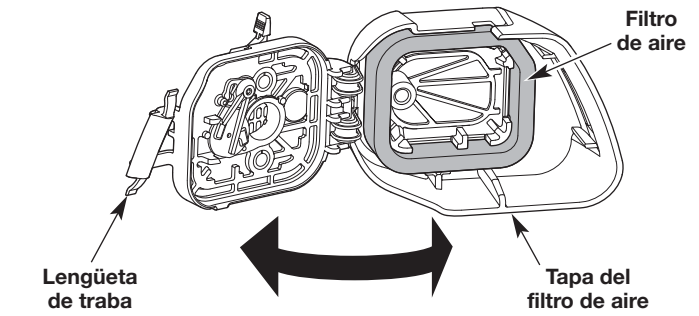

Fig. 19
1. Abra la tapa del filtro de aire. Presione la lengüeta de de traba hacia adentro y gire la tapa del filtro de aire hacia la derecha (Fig. 19).
2. Saque el filtro de aire del interior de la tapa (Fig. 19).
6. Vuelva a poner el filtro dentro de la tapa del filtro de aire (Fig. 19).
7. Cierre la tapa del filtro de aire. Gire la tapa del filtro de aire hacia la izquierda y presiónela hasta que la lengüeta de traba encaje en su lugar (Fig. 19).